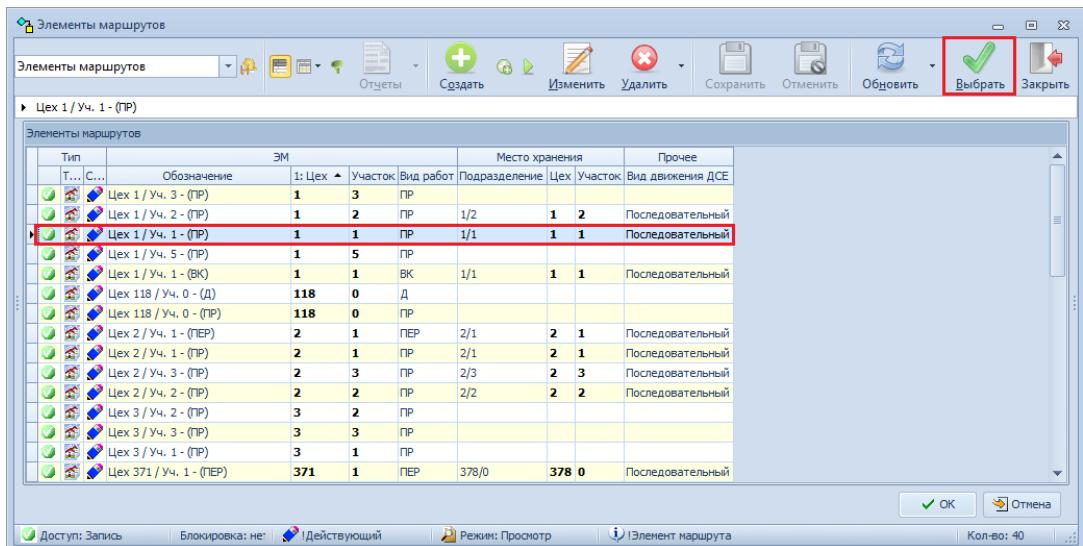

Рисунок 85. Пример выбора элемента маршрута в окне справочника
9.4.3. В окне справочника «Элементы маршрутов» выбрать в списке нужный элемент маршрута и выделить его щелчком левой кнопки мыши (рис. 85).
9.4.4. На панели инструментов окна справочника нажать кнопку **Выбрать** (см. рис. 85).